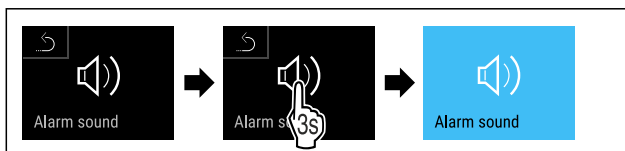

Fig. 92
- ▶ Wykonać czynności (patrz Fig. 92).